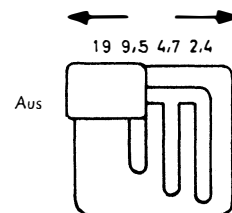

Fig. 15
4.31 Check (see Fig. 15)
Slowly set the speed selector for 7 1/2 ips. When the speed selector reaches the half-way point of its travel, the contact K 8 must close. Then set the speed selector at its "Off"-position and move its knob from left to right (see Fig. 15). The contact K 8 must remain open.
4.31 Contrôle (voir fig. 15)
Introduire lentement le bouton sélecteur dans la fente verticale correspondant à la vitesse de défilement 19 cm/s. Le contact K 8 doit se fermer lorsque le sélecteur parvient à la moitié de sa course de commutation. Repousser le sélecteur de gauche à droite, dans sa position «Arrêt» (voir fig. 15). Le contact K 8 doit rester ouvert.
4.31 Verificación (véase fig. 15)
Conectar lentamente la velocidad de cinta de 19 cm/seg. A la mitad del recorrido de conmutación debe cerrarse el contacto K 8. Desplazar el selector de velocidades, en la posición de desconectado, de derecha a izquierda (véase fig. 15). El contacto K 8 debe permanecer abierto.